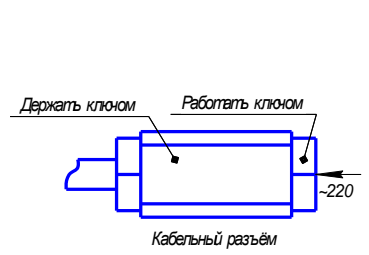

Рис. 5
- а) закрепить лиру прожектора (1). Крепежные соединения должны быть затянуты с усилием не менее 17 Нхм;
- б) сетевой кабель подключить к кабельному разъему рис. 5 согласно схеме рис. 4;